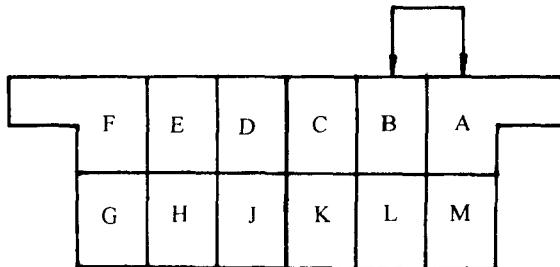

图1 故障自诊断插座
1.5L，单顶置凸轮轴，直列4缸，发动机采用单点汽油喷射（TBI）系统（也叫节流阀体汽油喷射系统）。该系统采用进气压力传感器间接检测进气空气质量。该车具有与美国通用公司的鲁米娜（Lumina）等车类似的12孔故障自诊断插座（图1），该故障自诊断插座位于驾驶室内副驾驶员右下侧隔板转角处。当发动机电子控制系统有故障时，仪表板上的故障指示灯“Service Engine Soon”亮起。
- ①断开点火开关；
- ②用导线将故障自诊断插座上的A、B两孔连接起来（如图1）；
- ③将点火开关置于“ON”位置，但不启动发动机；
- ④根据仪表板上故障指示灯“Service Engine Soon”的闪烁规律读取故障代码。